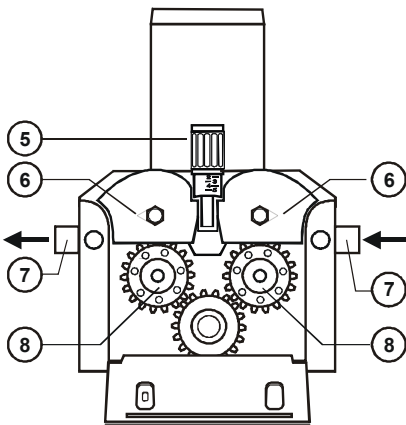
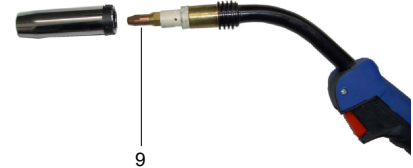

Fig.8 - Moteur 4 galets 50W
Fig.10 – Buse de contact de la torche
- Vérifier que la rainure du galet (8-fig.8&9) et le tube de contact de la torche (9-fig.10) correspondent au diamètre de fil à utiliser.
Ensuite, fermer les leviers de traction (6-fig.8 & 9) en vérifiant soigneusement si le fil est bien situé dans la rainure du galet. Pour régler la pression des galets, il faut serrer légèrement la vis de réglage (5-fig.8 & 9); ce réglage doit être complété avec le moteur en marche graduellement jusqu'à ce que le fil progresse sans patiner. Cette pression doit être réduite au minimum nécessaire pour éviter la déformation du fil par écrasement.